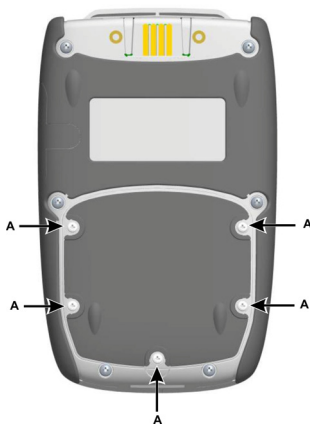

Fig. 1, set bagfra
1. Fjern de fem Pozidriv-skruer (**A**) (ref: fig. 1, set bagfra).